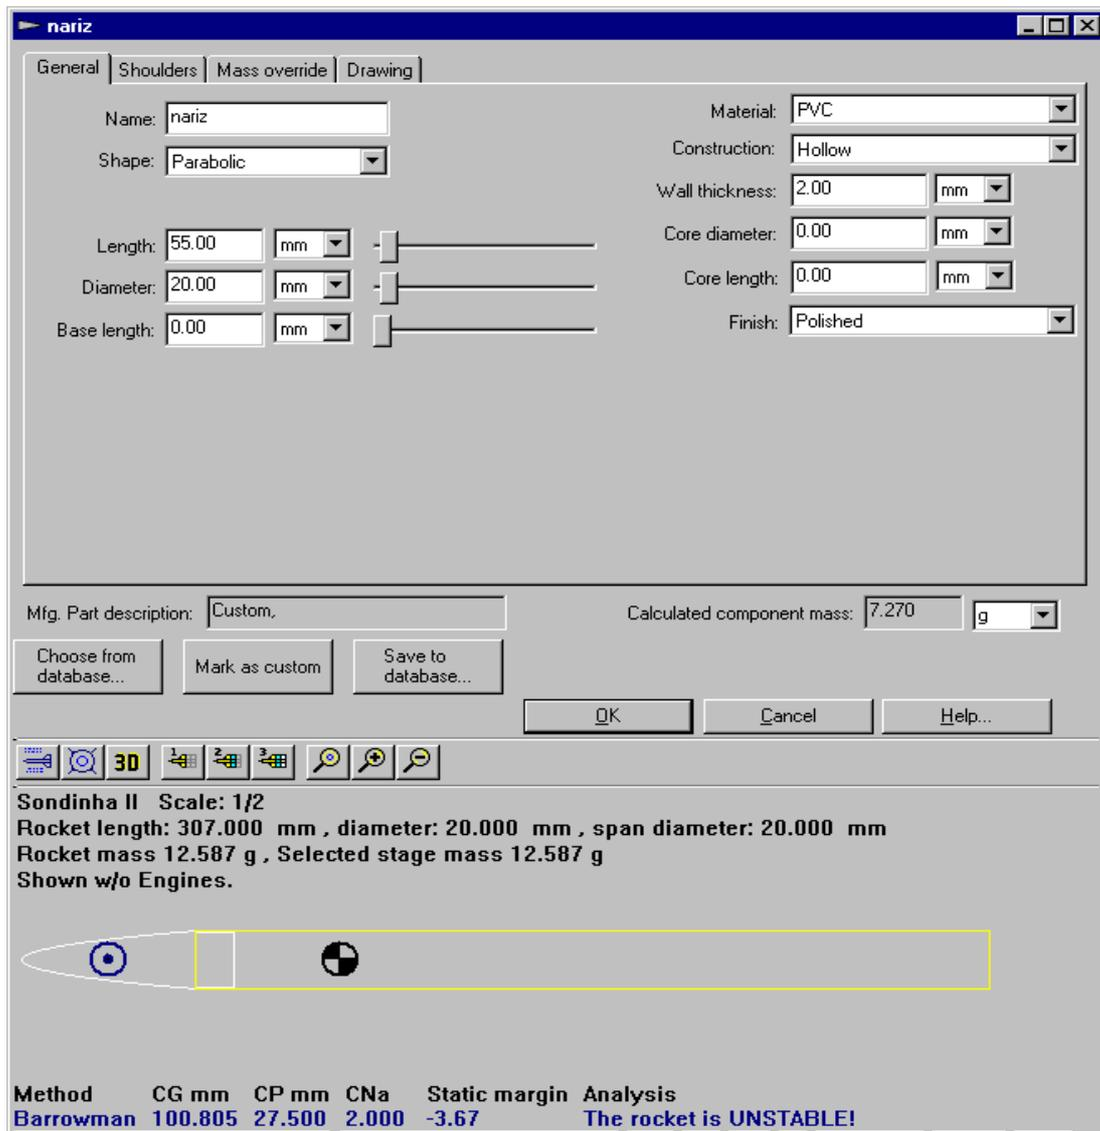

Figura 6. Dados do nariz do exemplo 1.
- (c) na janela seguinte, item “General” do menu, definir os dados de acordo com o mostrado na Figura 6;